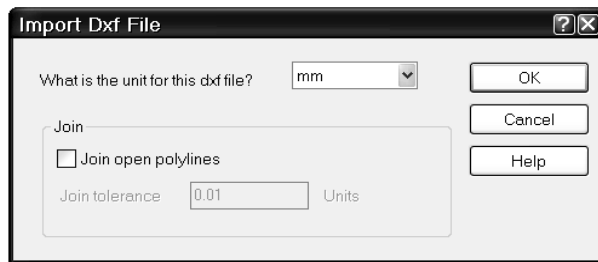
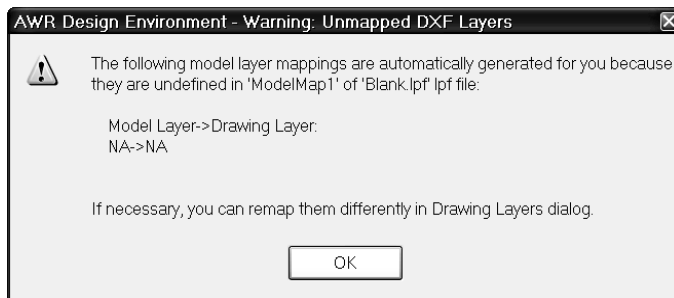

Рис. 5.70
Рис. 5.71
5. В открывшемся окне импорта найдите файл, который нужно импортировать (в нашем случае это будет **Div\_Schematic**) и откройте его. Откроется окно с запросом, какие единицы измерения используются в файле (рис. 5.70). Введите **mm** и нажмите **OK**. Откроется следующее окно, в котором сообщается, какие слои будут созданы автоматически (рис. 5.71), нажмите **OK**. В окне менеджера топологии появится имя библиотеки элементов **Div\_Schematic** (с указанием пути к DXF файлу) и в этой библиотеке будет ячейка с таким же именем.